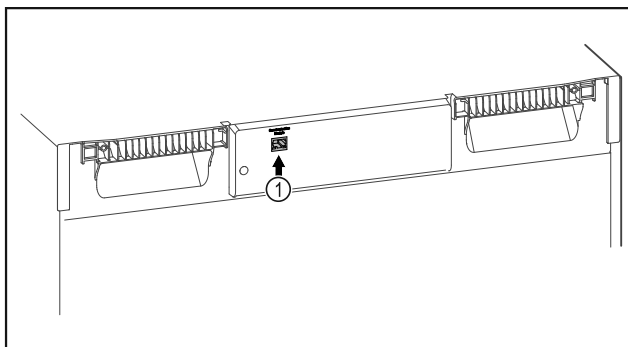

Fig. 115
- ☐ SmartModule Fig. 115 (1) je nasadený.